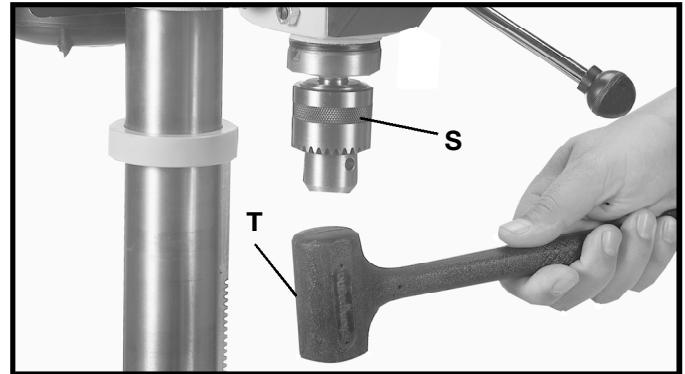

Fig. 16
11. IMPORTANT: ouvrir les mâchoires du mandrin autant que possible en tournant le manchon du mandrin (S, fig. 16).
12. Tenir le mandrin sur le bout conique de la broche et frapper avec un marteau-caoutchouc (T), ou un bloc de bois et un marteau, pour fixer le mandrin, comme indiqué à la figure 16. **IMPORTANT :** pour empêcher tout dommage au mandrin, **NE JAMAIS** enfoncez le mandrin sur la broche à l'aide d'un marteau en métal.